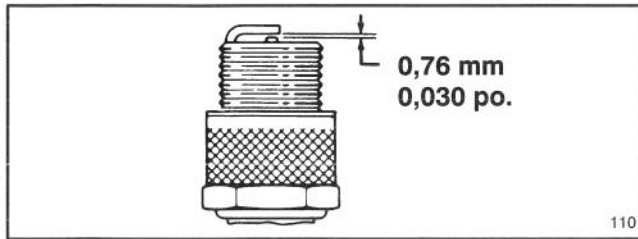

Figure 19
3. Réglez l'écartement des électrodes à 0,76 mm (0,030 po.) (Fig. 19). Installez la bougie réglée avec son joint. Serrez-la à 19 N·m (15 ft·lb).